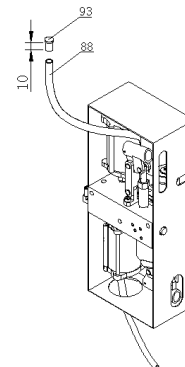

Bild 2
Entfernen Sie den Stopfen (93) in der Ölleitung (88), durch abscheiden des Ölschlauch mit dem Stopfen ca. 10mm lang ab. (siehe Bild 2).